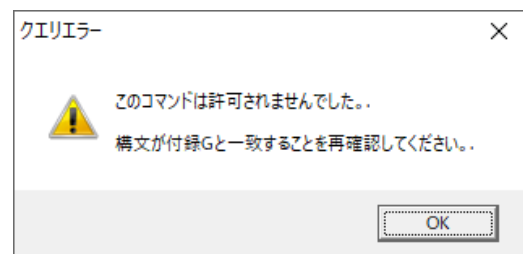

図26
- 処理が正しく行われなければ、[クエリエラー] にメッセージが表示されます（図26の例を参照）。